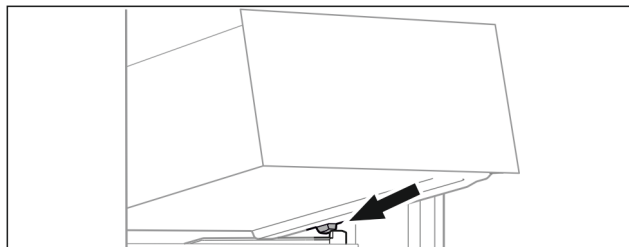

Fig. 20
- ▶ Nasadte zásuvku šikmo za zarážkami na rebro nádoby Fig. 20 (1).